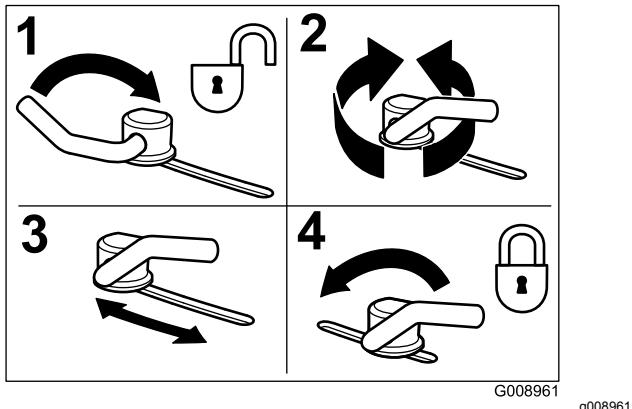

Figura 13
1. Para ajustar os bloqueios do excêntrico, rode a alavanca para cima para libertar o bloqueio do excêntrico (Figura 13).
3. Rode novamente a alavanca para apertar o abafador e os bloqueios do excêntrico (Figura 13).